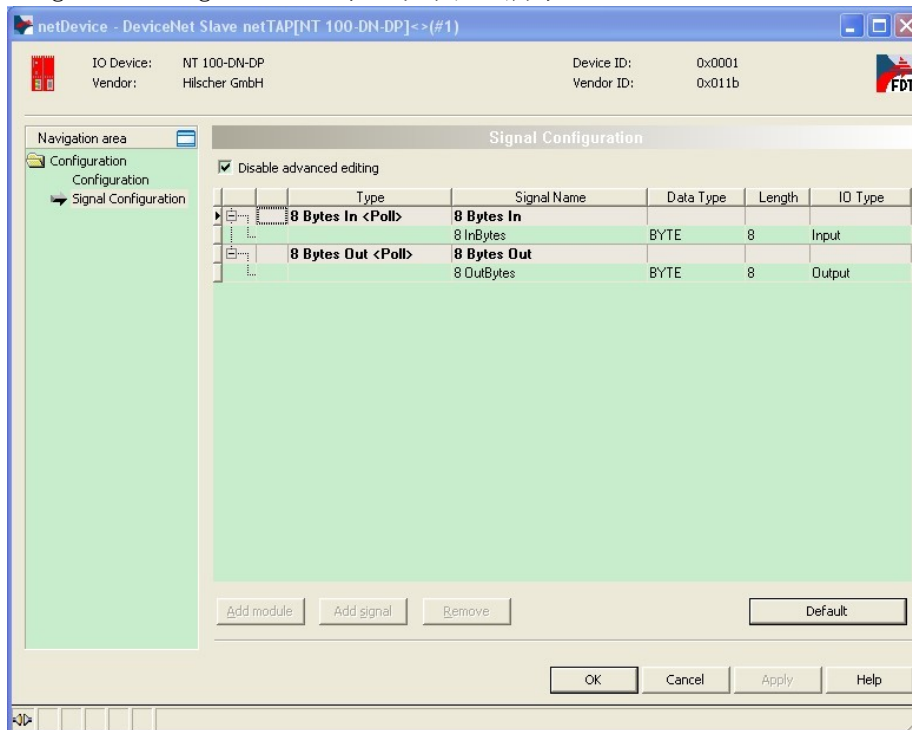

图 18
(18) 选择“Signal Configuration”栏，如图 18 所示：